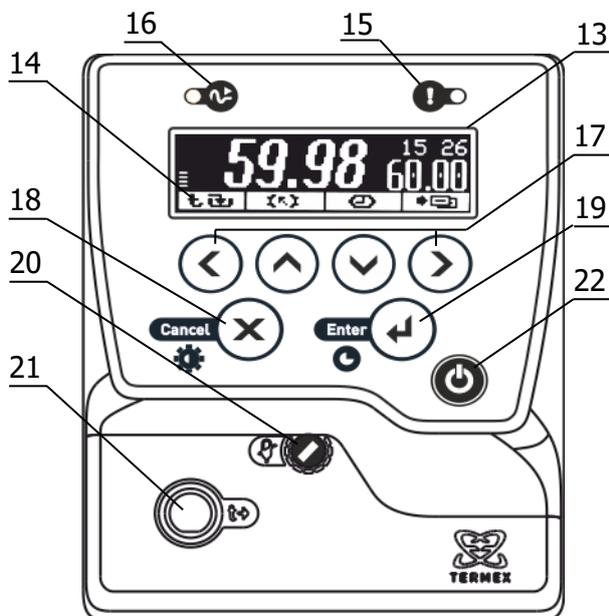

Рисунок 2 – Лицевая панель
Система безопасности блоков регулирования отключает двигатель насоса и нагреватель при срабатывании хотя бы одной из защит или неисправности датчика температуры (1.2.13). При срабатывании системы безопасности раздается звуковой сигнал, загорается индикатор 15 (рисунок 2) и на дисплей 13 выводится информация о причине неисправности.
2.3.1 После подключения сетевого кабеля к электрической сети блок регулирования переходит в режим ожидания. Подключение сопровождается кратковременной подсветкой дисплея 13 (рисунок 2).
2.3.6 Для регулировки яркости подсветки или контраста дисплея нажать кнопку 18 (X), выбрать изменяемый параметр кнопками (▲) и (▼) и установить его значение кнопками (◀) и (▶). Зафиксировать изменение нажатием кнопки 19 (↵) (рисунок 2).
2.7.6 Для выбора уставки в качестве текущей кнопками (▲) и (▼) подвести к ней указатель. Значение отмеченной указателем уставки дублируется крупными цифрами в правой части дисплея. Для подтверждения выбора отмеченной уставки нажать кнопку 19 (←). Для отмены выбора нажать кнопку 18 (✕) (рисунок 2).
2.7.7 Для изменения численного значения отмеченной указателем уставки нажать кнопку (▶). На рамке, обрамляющей значение уставки в правой части дисплея, появятся «засечки», указывающие на изменяемую позицию в численном значении. Цифра в отмеченной позиции мигает. Нажатиями кнопок (▲) и (▼) установить требуемую цифру в отмеченной позиции. Если удерживать кнопку нажатой, значение уставки будет изменяться непрерывно. Нажатиями кнопок (◀) и (▶) переместить отметку изменяемой позиции. Дискретность изменения значения уставки зависит от положения изменяемой позиции: если отмечена позиция десятков, то при единичном нажатии кнопки (▲) или (▼) значение уставки изменится на 10 °С. Если отмечена позиция десятых долей, то значение уставки изменится на 0.1 °С соответственно. Закончить ввод нового значения уставки нажатием кнопки 19 (←). Для возврата к значению уставки до ее изменения нажать кнопку 18 (✕) (рисунок 2).
2.8.3 При срабатывании защиты раздается звуковой сигнал и загорается красный индикатор срабатывания системы безопасности 15 (рисунок 2). Работа насоса и нагревателя будет блокирована. На дисплее отобразится текущее состояние системы защит.